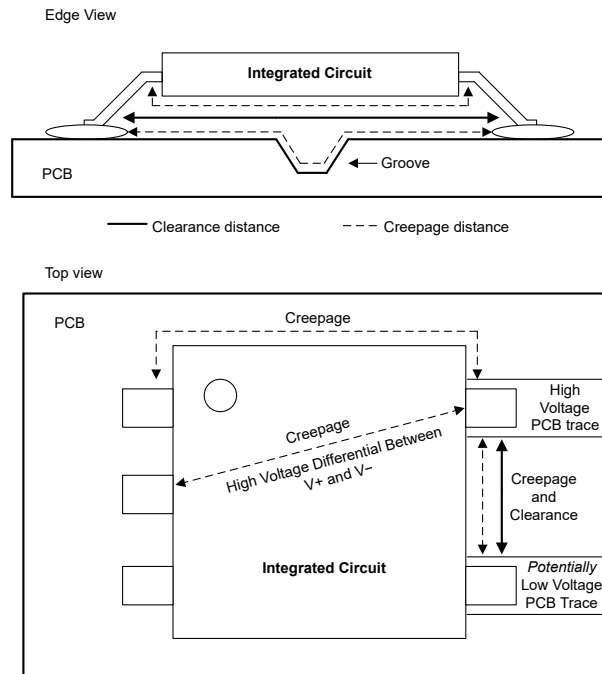

图 7-11. 集成电路中的爬电距离和间隙
在设计和构建具有高电压的电气系统时，需要考虑两个重要概念，即爬电距离和间隙距离。爬电距离是指电流可沿绝缘材料 (如印刷电路板 (PCB) 或塑料外壳) 表面穿行的最短路径。间隙距离是指两个导电器件 (例如导线、端子或元件) 通过空气的最短距离。图 7-11 显示了典型集成电路 (IC) 的爬电距离和间隙。